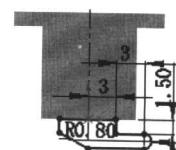

图 1.7 横断面草图
② 定义横断面草图。在草绘环境中绘制图 1.7 所示的横断面草图。
③ 选择下拉菜单 **插入(I)** →  **退出草图** 命令，退出草绘环境，此时系统自动生成薄片 1。